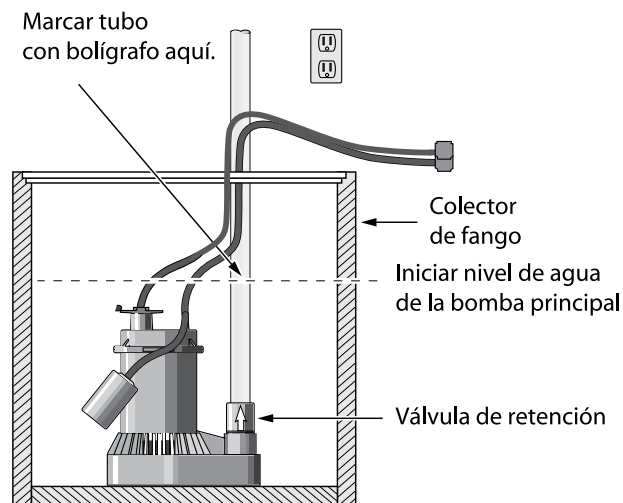

Figura 1: Marque el tubo en el nivel de agua de 'inicio'
1. Busque el nivel más alto de agua en su colector de fango (el nivel de agua en donde empiece la bomba del sumidero existente (principal) - consulte la Figura 1). Corte la alimentación eléctrica a la bomba y marque este punto en el tubo de descarga con un lápiz o marcador.
3. Si el sumidero es muy pequeño para albergar las dos bombas en la base del sumidero, instale un soporte angular en el tubo de descarga de la bomba del sumidero principal con abrazaderas en acero inoxidable para mangueras. Monte la bomba de respaldo en el soporte angular. Consulte la Figura 1, "Separar descargas".
4. Corte un pedazo de tubo de PVC de 1-1/2" para alcanzar desde el codo de descarga de la bomba de respaldo hasta cerca de un (1) pie sobre el suelo del sótano. Este es el tubo de descarga inferior.